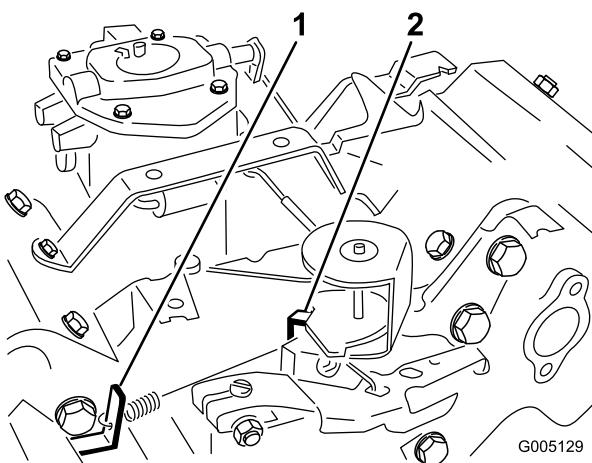

Figura 36
- Piegate la linguetta di ancoraggio della molla regolata al minimo (Figura 36) per ottenere un minimo di 1625 ± 50 giri/min. Controllate la velocità con un tachimetro.
5. Mettete l'acceleratore in posizione Fast. Piegate la linguetta di ancoraggio della molla del massimo (Figura 36) per ottenere una velocità massima di 2850 ± 50 giri/min.